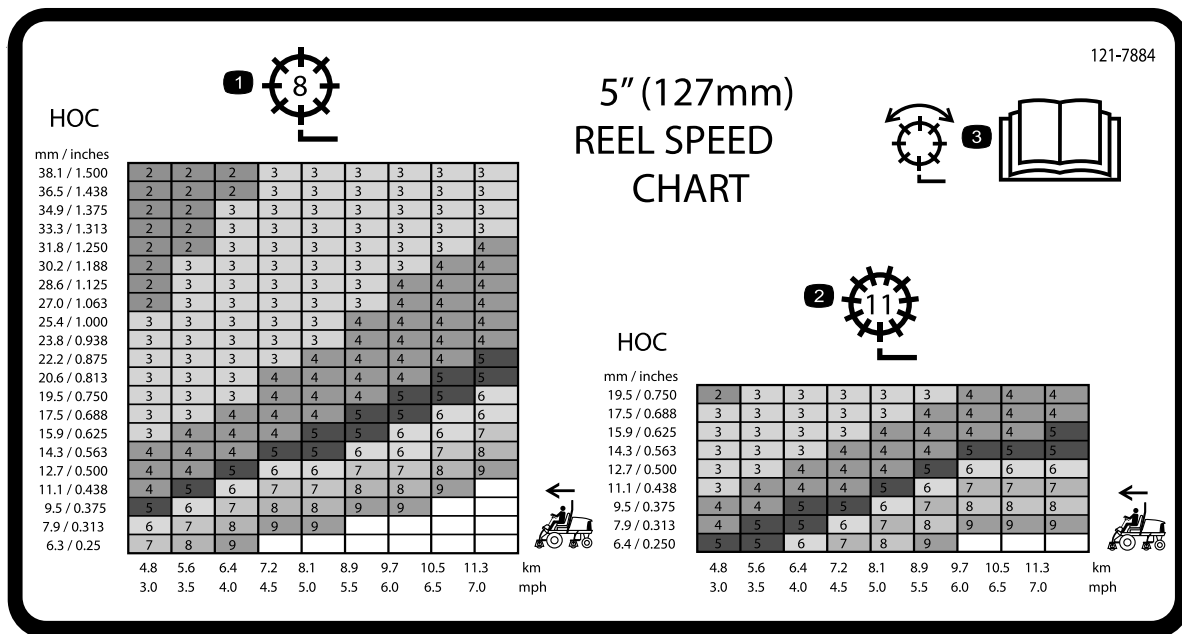

Figure 31
3. Reportez-vous au graphique sur l'autocollant du tableau de vitesse des cylindres (Figure 31) pour déterminer le réglage de vitesse de cylindre correct.